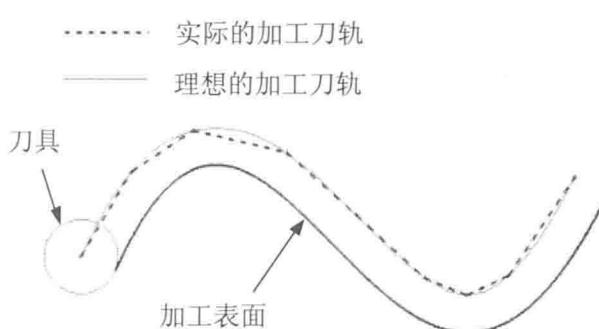

图 1-4 刀轨的插补误差
- 刀轨的插补误差：由于数控刀轨只能由直线和圆弧组成，因此只能近似地拟合理想的加工轨迹，如图 1-4 所示。